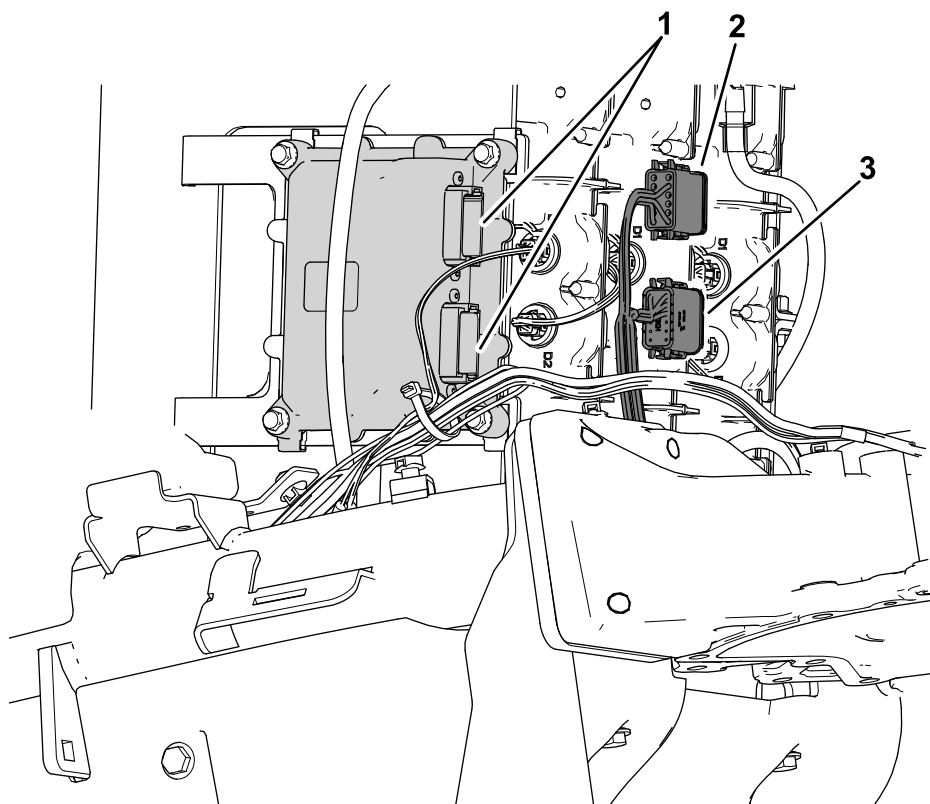

Figure 31
3. Branchez les connecteurs du faisceau existant de la machine étiquetés P02 et P03 sur le contrôleur TEC (Figure 31).